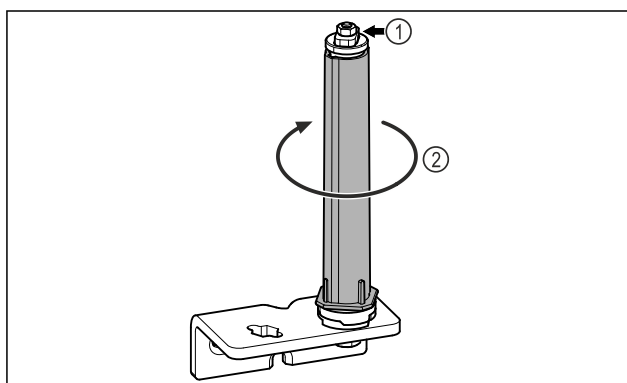

Fig. 13
- Ne szedje szét az ajtózáro rendszert Fig. 13 (1).
- Forgassa el a zárórendszert *Fig. 13 (2)*, amíg az be nem kattann.